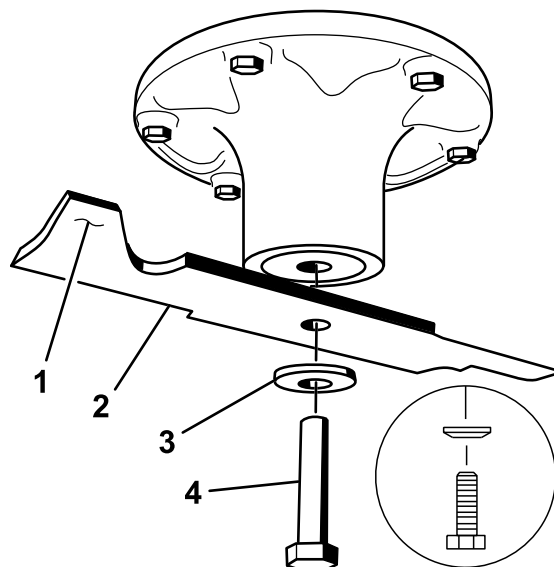

Figure 61
Tenez la lame à son extrémité avec un chiffon ou un gant épais. Enlevez de l'axe, le boulon, la rondelle bombée et la lame (Figure 61).
elle est équilibrée et peut être utilisée. Si la lame est déséquilibrée, limez un peu l'extrémité de la partie relevée seulement (Figure 61). Répétez la procédure jusqu'à ce que la lame soit équilibrée.
1. Placez la lame sur l'axe (Figure 61).
2. Installez la rondelle élastique et le boulon de la lame. Le cône de la rondelle élastique doit être dirigé vers la tête du boulon (Figure 61). Serrez le boulon de lame à un couple de 135 à 150 Nm.